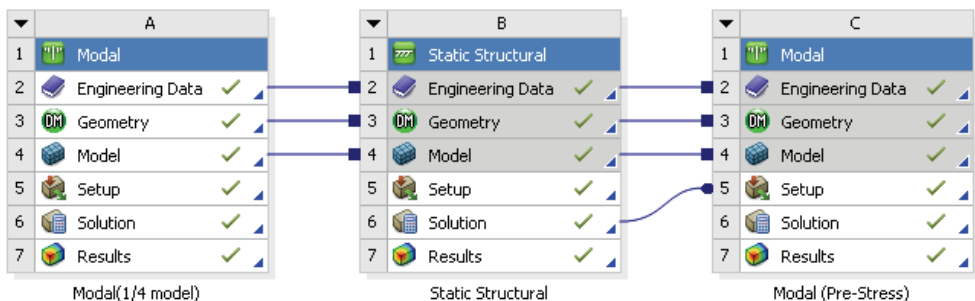

图 10-22 完成分析的项目工程图
1) 单击 Mechanical 界面右上角的“关闭”按钮，退出 Mechanical 返回到 Workbench 主界面。此时主界面中的项目管理区中显示的分析项目均已完成，如图 10-22 所示。